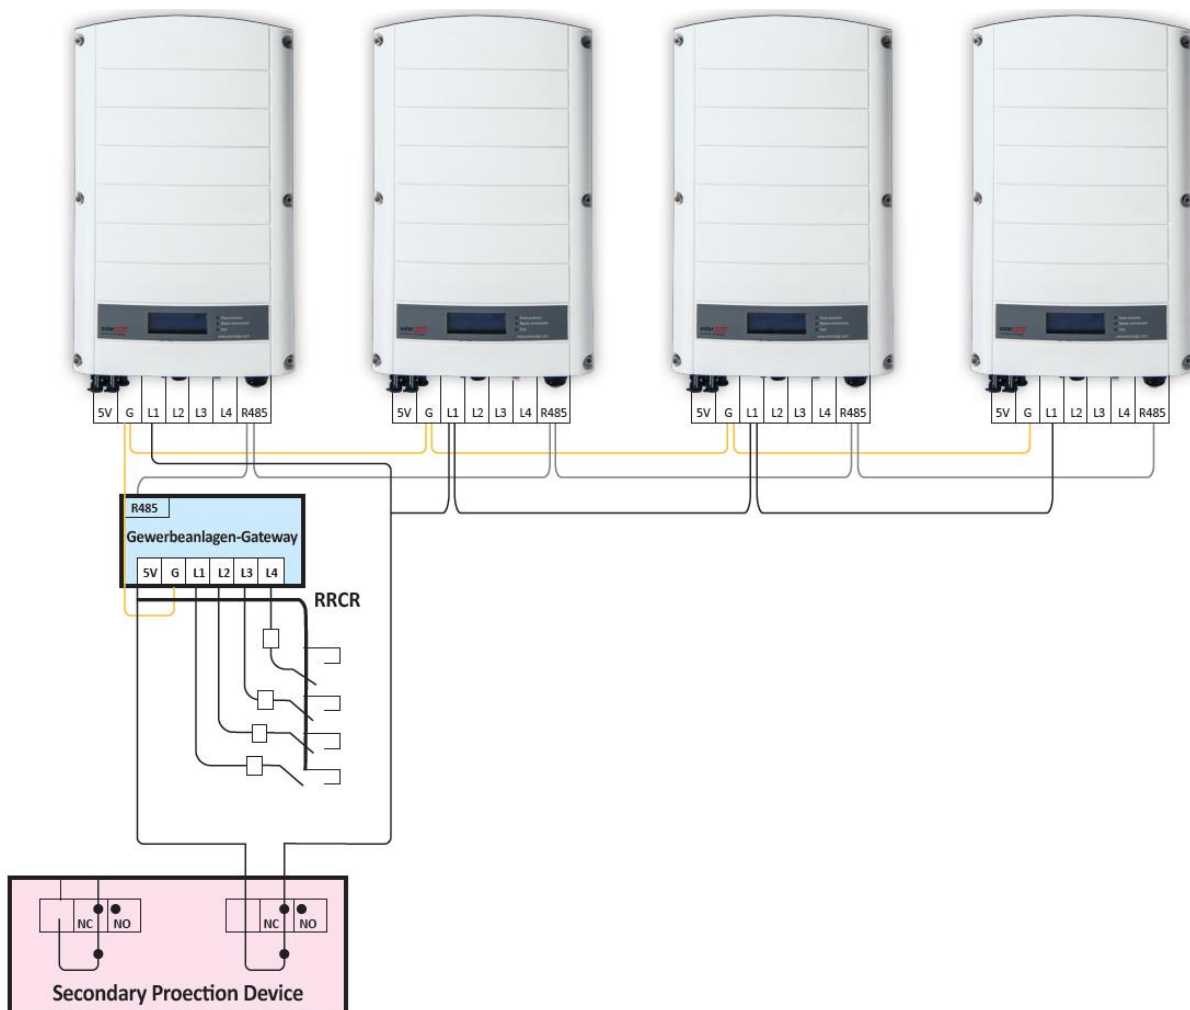

Abbildung 5: Anlage mit mehreren Wechselrichtern mit RRCR und CCG
- Version 1.3 - September 2018 - hinzugefügt fehlt Masseverbindung von Wechselrichter zu Gewerbeanlagen-Gateway in Abbildung 5 und geändert CCG zu Gewerbeanlagen-Gateway.
Zur Steuerung der internen Wechselrichter-Relais wird die sekundäre Schutzvorrichtung mit der Schnittstelle zur Leistungssteuerung via Rundsteuerempfänger (RRCR) des Wechselrichters, die sich auf der Kommunikationskarte des Wechselrichters befindet, verbunden. In einer Anlage mit einem Steuerungs- und Kommunikations-Gateway (Gewerbeanlagen-Gateway) sollte die Schutzvorrichtung mit der RRCR-Schnittstelle des Gewerbeanlagen-Gateway verbunden sein (siehe Abbildung 5). Nur eines der vier möglichen RRCR-Signale (L1) wird zur Steuerung der internen Wechselrichterrelais verwendet.